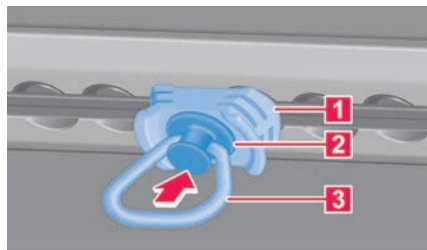

Abb. 139 Im Laderaum: Verzurrutsche mit Verzurröse (Prinzipdarstellung).
1. Grundkörper → **Abb. 139 1** festhalten und Entriegelungsknopf **2** in Pfeilrichtung drücken.
3. Grundkörper → **Abb. 139 1** leicht nach links oder rechts schieben und den Grundkörper absenken, bis er in der Ausfrä-sung der Schiene einrastet.
Wenn der Ösenring → **Abb. 139 3** um 180° verdreht wird, lässt sich die Öse nicht verschieben oder entfernen.
1. Entriegelungsknopf → **Abb. 139 2** in Pfeilrichtung drücken.
2. Grundkörper → **Abb. 139 1** in Richtung Ösenring **3** ziehen.
4. Grundkörper → **Abb. 139 1** loslassen.
1. Ösenring → **Abb. 139 3** in die im Bild gezeigte Position drehen.
2. Entriegelungsknopf → **Abb. 139 2** in Pfeilrichtung drücken.
3. Grundkörper → **Abb. 139 1** in Richtung Ösenring **3** ziehen.